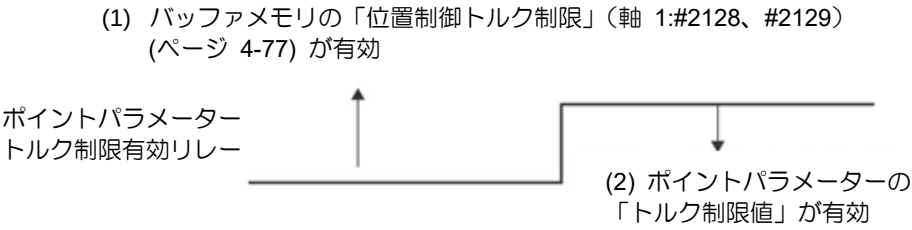

図 3.2.2
- (1) サーボオン状態でのみ移動します。
- (2) 位置決め動作を行う前に、インポジション信号の状態をクリアする必要があります。
- (3) 機械の現在位置を書き込むためにはサーボオン状態かつ軸停止状態に設定する必要があります。
- (4) コイルの位置決めトルク制限を有効にするための規則を図 3.2.2 に示します：The rules to enable **coil** for positioning torque limit are shown in Figure 3.2.2: